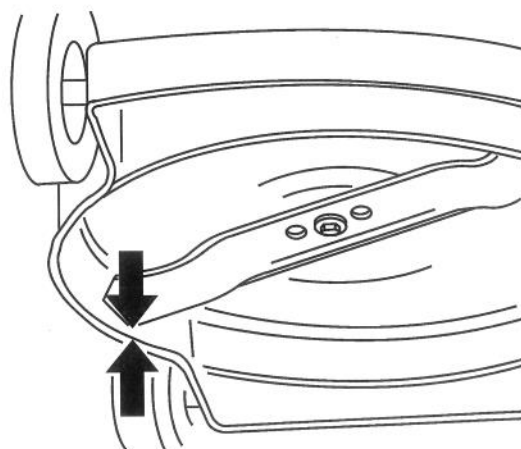

Figure 28
2. Mesurer la distance entre le bord inférieur du carter de la tondeuse et l'extrémité de la lame (Fig. 28). Faire tourner la lame à 180° et mesurer l'autre extrémité.